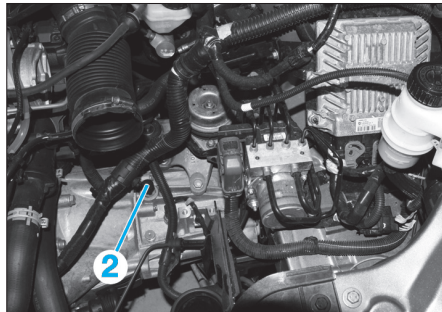

Fig. 2
- Remplir, de la quantité d'huile adéquate, la boîte de vitesses par la mise à l'air libre (2) (Fig.2).